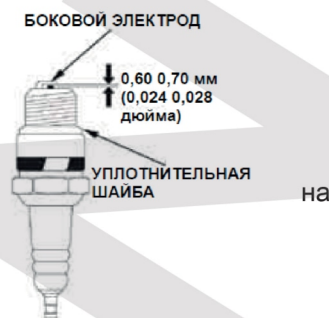

Рис. 10
- Снимите наконечник свечи зажигания (Рис. 10), удалите грязь со свечи зажигания.